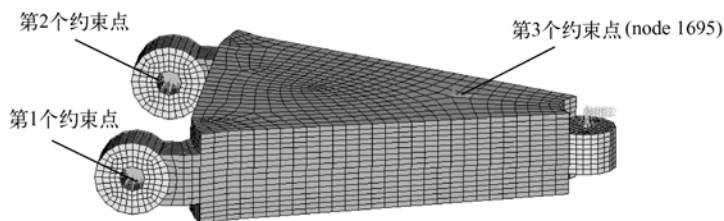

图 8-4 施加约束的节点
- (2) 选择 SPCs 成为当前的载荷集。
- (3) 从 Analysis 页面选择 constraints 面板。
- (4) 单击 create 按钮确定黄色框中为 nodes，如果不是，单击左侧转换按钮选择 nodes，选择位于控制臂与底盘之间前面连接点的多节点刚性单元中心点，即图 8-4 中的第 1 个约束点，dof1、dof2、dof3 的值给定为 0.0，右键取消对自由度 dof4、dof5、dof6 的选定。
- (5) 单击 load type= 在弹出的菜单中选择 SUPORT1。
- (6) 单击 create 按钮，这个载荷用于惯性释放分析。
- (7) 选择控制臂和底盘之间的另一个连接点，即图 8-4 所示的第 2 个约束点。
- (8) dof2、dof3 的值给定为 0.0，通过右键取消对自由度 dof1、dof4、dof5、dof6 的选定。
- (9) 单击 create 按钮。
- (10) 创建第 3 个约束。选择如图 8-4 所示刚性单元的顶部节点 (node 号为 1695)，dof3 的值给定为 0.0，通过右键取消对自由度 dof1、dof2、dof4、dof5、dof6 的选定，此刚性单元将减震装置的底部固定于控制臂。
- (11) 单击 create 按钮。
- (12) 单击 return 按钮返回 Analysis 界面。